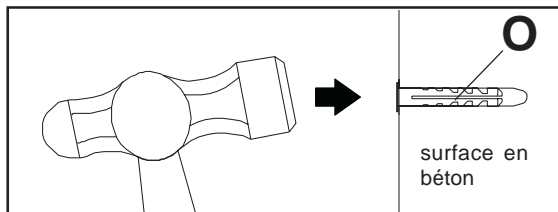
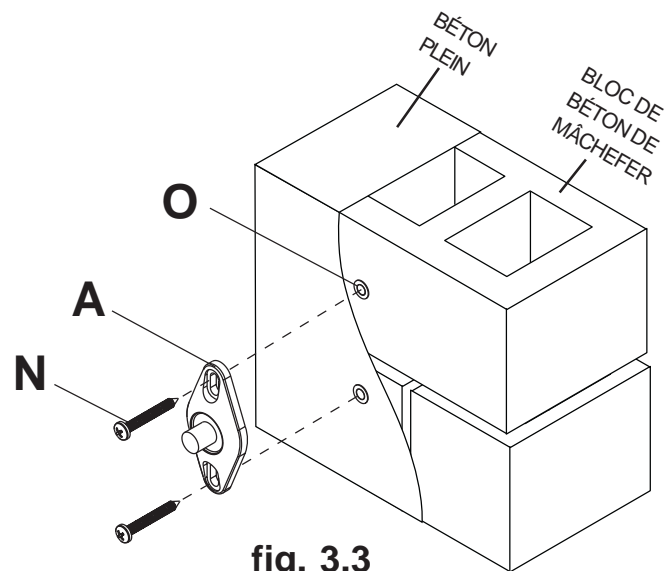

fig. 3.2
fig. 3.3
Remarque : Pour le montage sur un mur, positionnez les trous de montage à la verticale. Percez deux trous de 8 mm (5/16 po) de diamètre à une profondeur minimum de 48 mm (1 7/8 po). Insérez les ancrages (O) dans les trous au ras du mur comme illustré figure 3.2. Placez la plaque de montage sur les ancrages et fixez à l'aide de deux vis autotaraudeuses n°12 x 1 3/4 po (N) comme illustré figure 3.3.